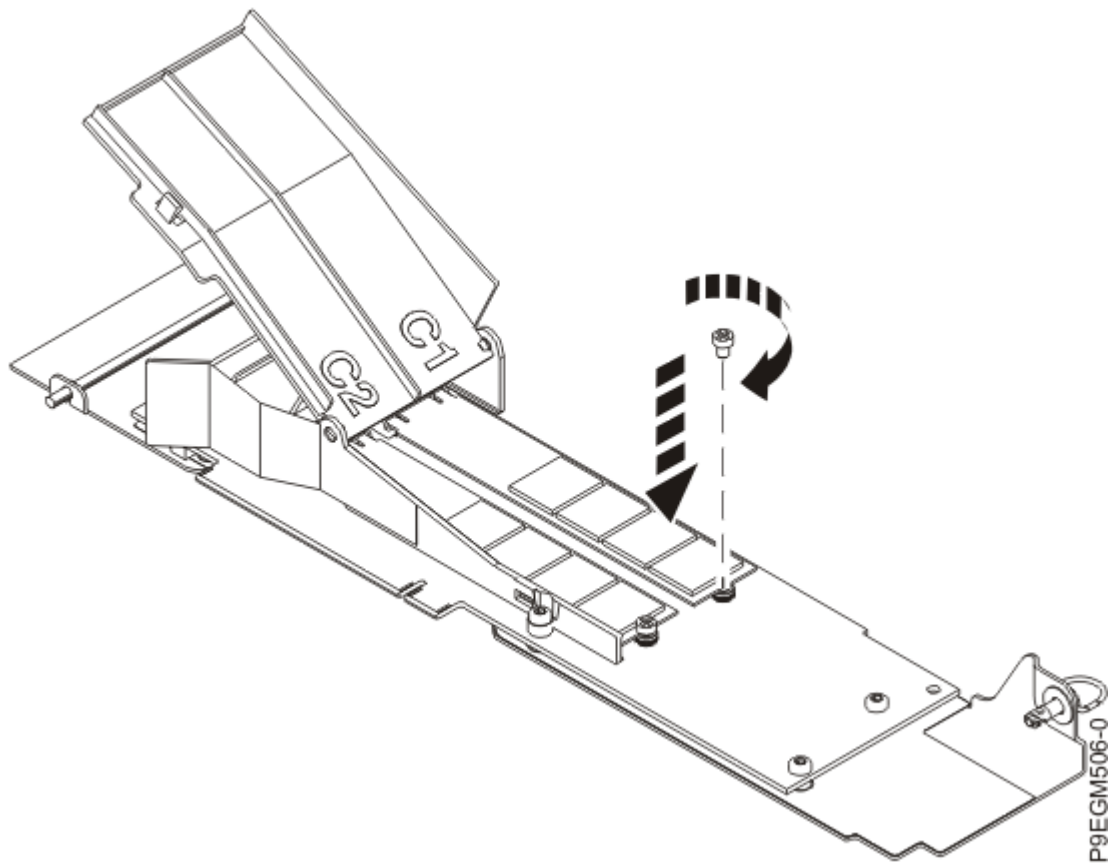

Abbildung 33. NVMe M.2-Flashmodul an der Trägerkarte befestigen
3. Befestigen Sie das Flashmodul mit einem Kreuzschlitz-Schraubendreher an der NVMe M.2-Trägerkarte. Siehe Abbildung 33 auf Seite 39.